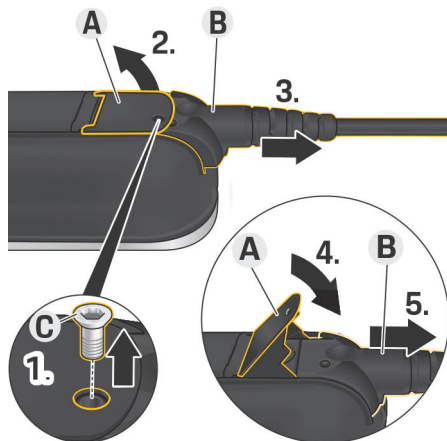

Fig. 81 Allentamento dei cavi
1. Allentare la vite **C** (Fig. 81) con un attrezzo idoneo.
2. Sollevare la linguetta **A** (Fig. 81).
3. Estrarre il connettore **B** (Fig. 81) fino ad avvertire una prima resistenza.
4. Richiudere la linguetta **A** (Fig. 81).
5. Estrarre completamente il connettore **B** (Fig. 81).